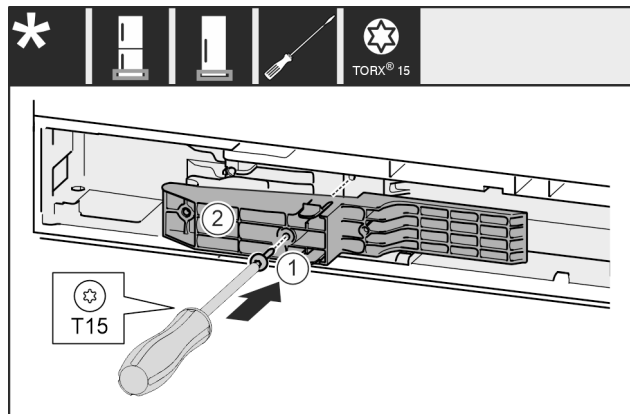

Fig. 67 *
- ▶ Helyezze be az illesztődarabot Fig. 67 (1) a mélyedésbe a fogantyú felőli oldalra.*
- ▶ Húzza meg a csavart Fig. 67 (2) csavarhúzóval.*